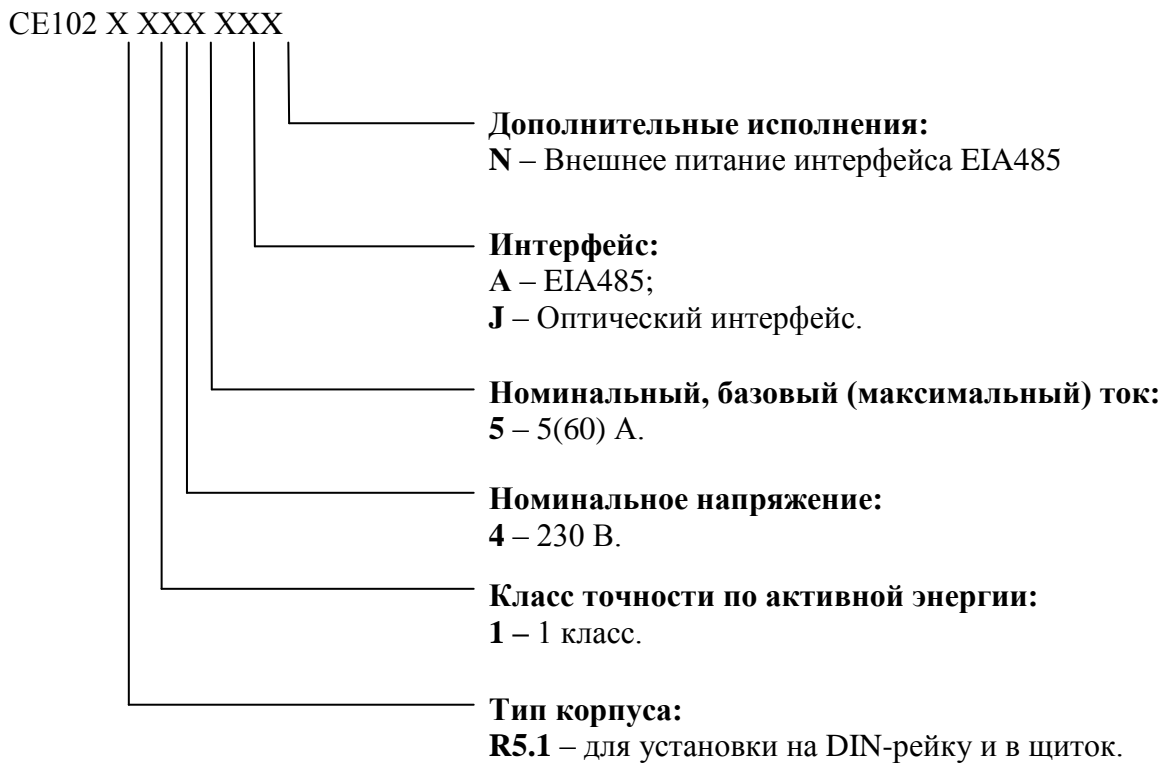

Рисунок 1 – Структура условного обозначения
Результаты измерений получаются путем обработки и вычисления входных сигналов тока и напряжения микропроцессорной схемой платы счетчика. Измеренные данные и другая информация отображаются на жидкокристаллическом индикаторе (ЖКИ) и в зависимости от исполнения счетчика (см. Рисунок 1) могут быть переданы по оптическому порту или интерфейсу RS-485 (EIA485).
3.2.1 Структура условного обозначения счетчика приведена на Рисунок 1.
При заказе счетчика необходимое исполнение определяется структурой условного обозначения, приведенной на Рисунок 1 – Структура условного обозначения.